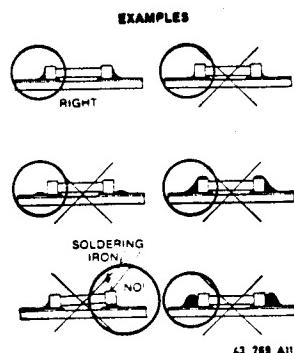

Fig. 6
- g. Die Lötzinnmenge muss der Größe der Lötfläche entsprechen. Bei einer zu grossen Menge kan das SMD reissen, oder die Lötflächen können von der Printplatte losgezogen werden (siehe Bild 6).